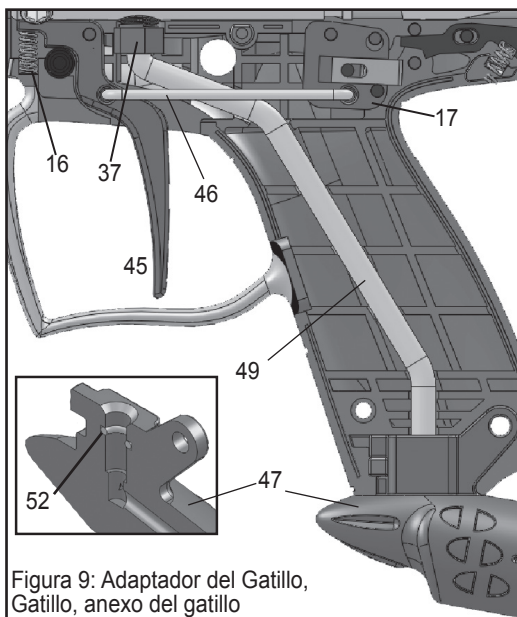

Figura 9: Adaptador del Gatillo, Gatillo, anexo del gatillo
11. Remueva el **Adaptador del Suministro de Aire** (ASA) (47) y la **línea de Gas** (49) como un solo ensamble del marcador. La línea de gas puede ser jalada de la **Unión de la línea de gas** (37) unida al Tubo de potencia. Jale la línea de Gas del ASA si es necesario. Si el **empaquetado** (52) que esta dentro del ASA necesita ser reemplazado, use un instrumento puntudo para remover el existente. Asegúrese de sentar adecuadamente el empaque nuevo como se observa en la Figura 9. Una gota de lubricante para marcadores sobre los empaques hará el re-ensamble más fácil.